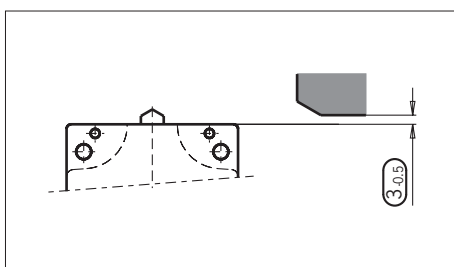

Bild 3: Montage SN...-508 und SN...-514 für Sicherheitsschaltkreise
- ⚠ In Sicherheitsschaltkreisen Maß  $\ominus_{0,5}$  (Abstand Bezugsfläche des Schalters zu Steuernocken, siehe Bild 3) zur sicheren Kontaktöffnung unbedingt einhalten.